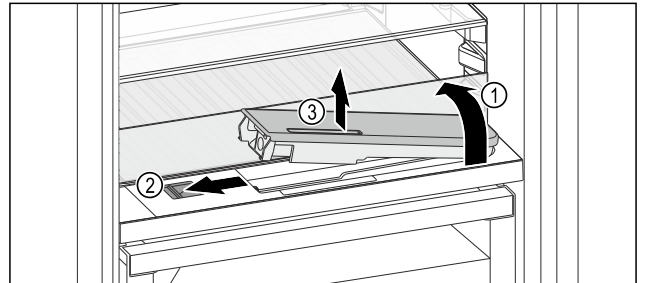

Fig. 230
- ▶ Glasplatte anheben und bis zum Anschlag nach hinten klappen Fig. 230 (1).
- ▶ Schieber Fig. 230 (2) nach links schieben.
- ▶ Wassertank entnehmen Fig. 230 (3).